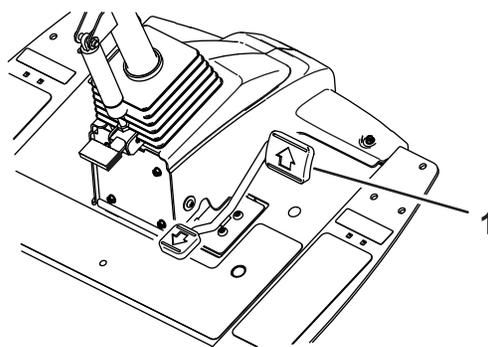
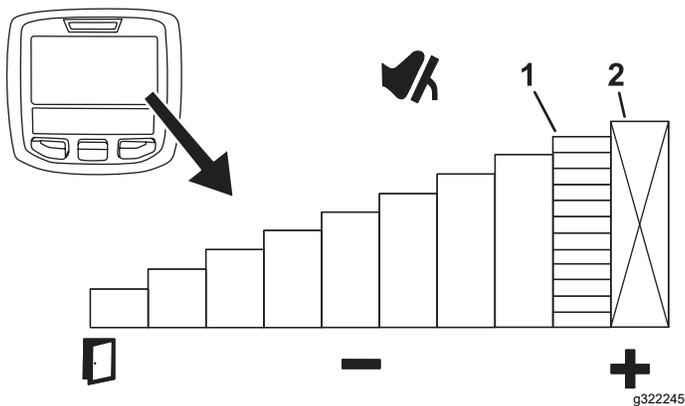

Рисунок 50
Рисунок 51
Чтобы временно установить максимальную скорость машины, нажмите педаль хода вперед до упора (Рисунок 50). Вы можете установить отдельную скорость для диапазонов скашивания и транспортировки (Рисунок 51).
- Для перехода к этой функции нажмите среднюю кнопку инфо-центра на главном экране (Рисунок 51).